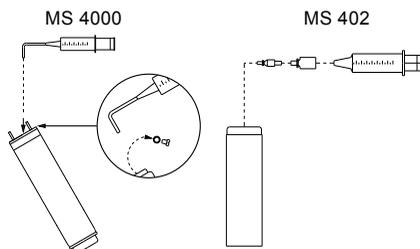

Fig. 3 Posición del motor durante el llenado (MS 4000 y MS 402)
1. Coloque el motor sumergible como se muestra en la fig. 3. El tapón roscado de llenado debe estar en el punto más alto del motor.
3. Inyecte el líquido en el motor con la jeringuilla de llenado (fig. 3) hasta que el líquido se desborde por el orificio de llenado.